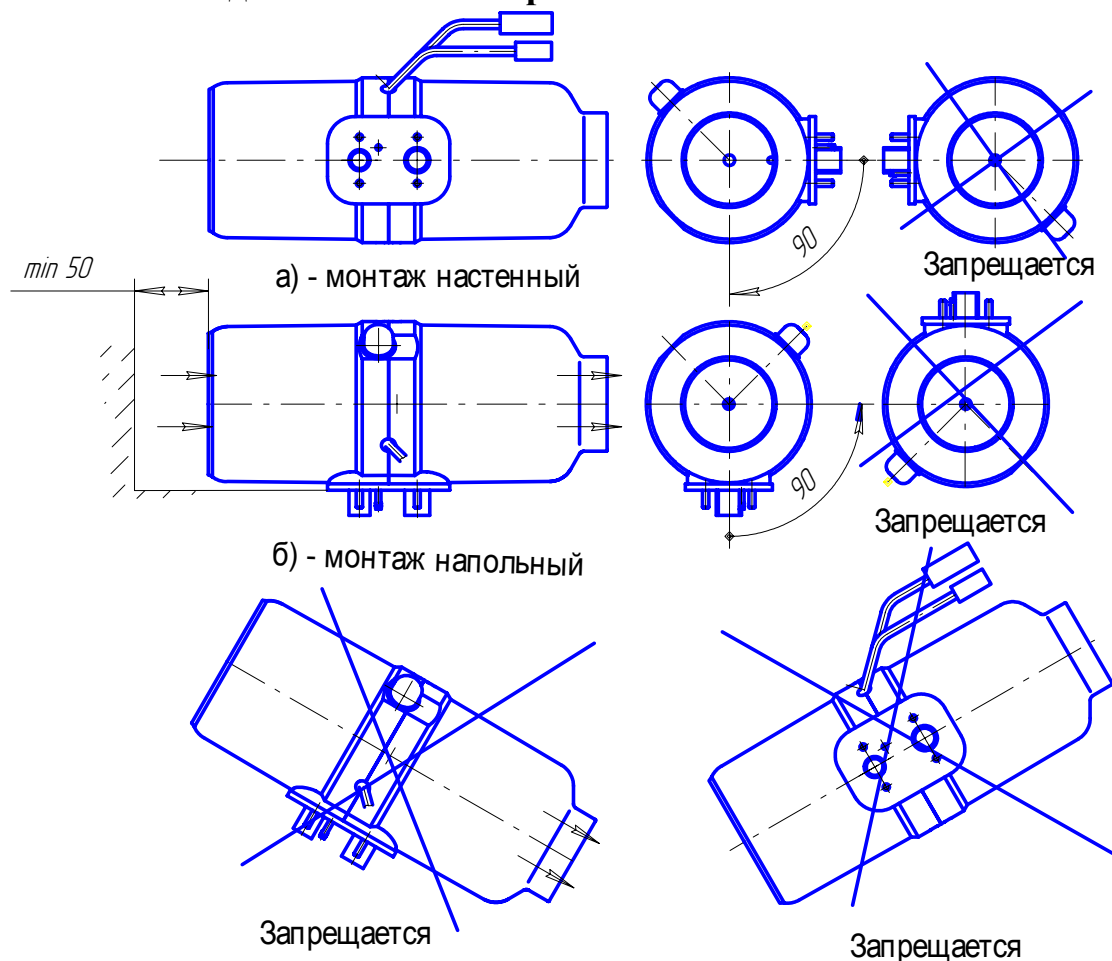
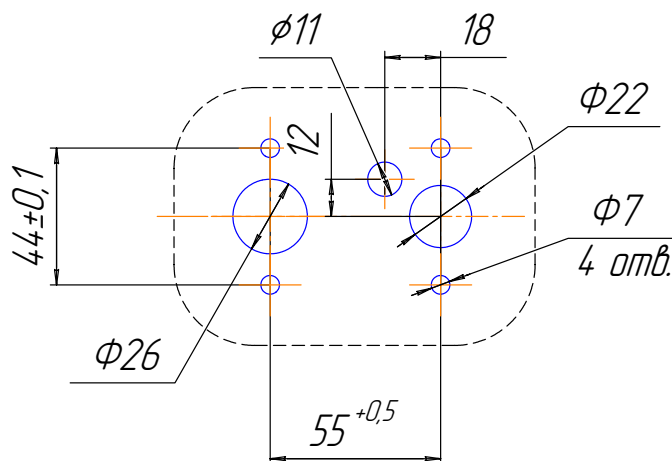

Рис. 8.1 – Варианты установки нагревателя
Рис. 8.2 – Монтажные отверстия для установки нагревателя
Монтаж нагревателя производить с учётом допустимых рабочих положений в соответствии с рис. 8.1 а) и б) внутри помещения. На рис.8.1 показаны два крайних монтажных положения нагревателя. Входное отверстие нагревателя должно располагаться таким образом, чтобы в обычных рабочих условиях не могли подсасываться выхлопные газы двигателя автомобиля и отопителя. Расстояние от стенок, перегородок до торца входного отверстия нагревателя должно быть не менее 50 мм (см. рис.8.1б ). При монтаже и эксплуатации нагревателя необходимо предусмотреть защиту от попадания посторонних предметов во входное и выходное отверстия. Монтаж нагревателя проводить с учетом доступности демонтажа нагревателя, что приведет в конечном итоге к быстрому техническому обслуживанию. Для монтажа нагревателя отверстия в корпусе АТС производить согласно рис. 8.2.
**ВНИМАНИЕ !! Надежная работа отопителя зависит от правильного монтажа нагревателя. Нагреватель должен устанавливаться горизонтально, при этом свеча накаливания должна быть в верхнем положении согласно Рис. 8.1.**